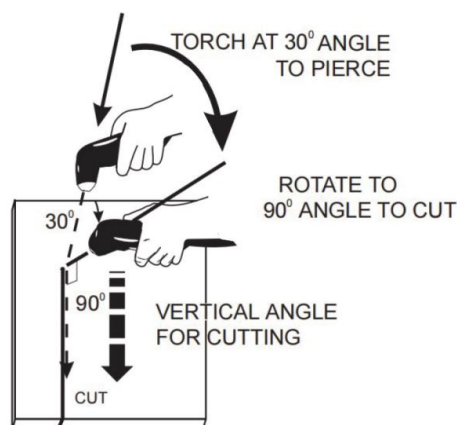

Figura 17 Operación de corte
4. La Figura 17 es solo de referencia.